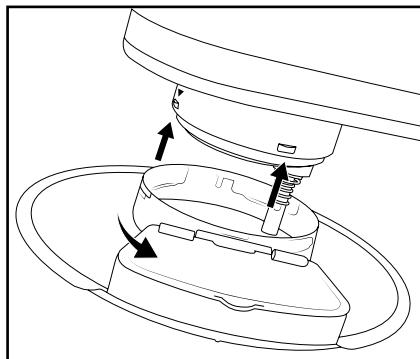

Fig. 1
- 1) Poussez le levier de déverrouillage ② vers le haut et amenez le bras pivotant ① en position supérieure.
- 2) Montez le couvercle ⑨ sur le bras pivotant ① :
- Placez le couvercle ⑨ de manière à ce que la flèche ▼ sur le bras pivotant ① pointe sur le milieu de la flèche ←→ sur le couvercle ⑨ (fig. 1). La goulotte ⑧ indique le devant de l'appareil.
- Tournez le couvercle ⑨ dans le sens anti-horaire (sens ↗) jusqu'à ce qu'il soit bien serré.